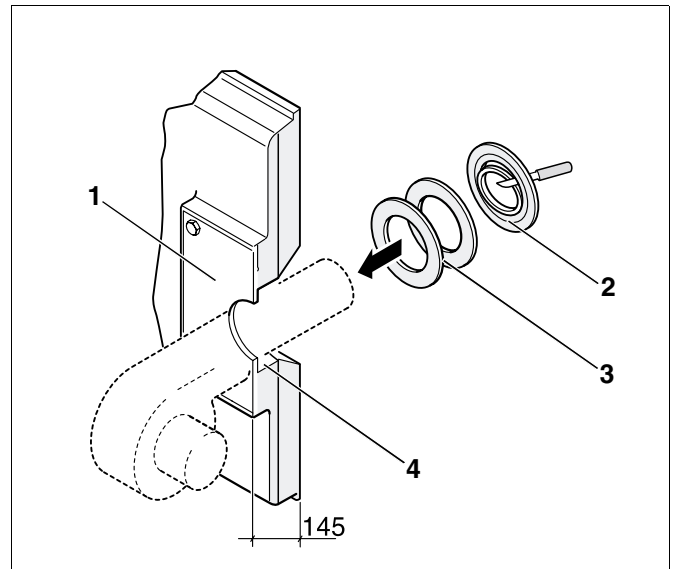

Рис. 66 Монтаж горелки (размер в мм)
- В стальной пластине под горелку (рис. 66, **поз. 1**) на месте монтажа просверлить или вырезать автогеном отверстие в соответствии с требуемым диаметром трубы горелки (Ø макс. 270 мм). Просверлить отверстия для крепления горелки в соответствии с расположением отверстий на соединительном фланце горелки.
- Вырезать изолирующие кольца в соответствии с диаметром трубы горелки (рис. 66, **поз. 2**).
- Уложить в щель между теплоизоляцией дверцы горелки и трубой горелки (рис. 66, **поз. 4**) соответствующие изолирующие кольца (рис. 66, **поз. 3**).